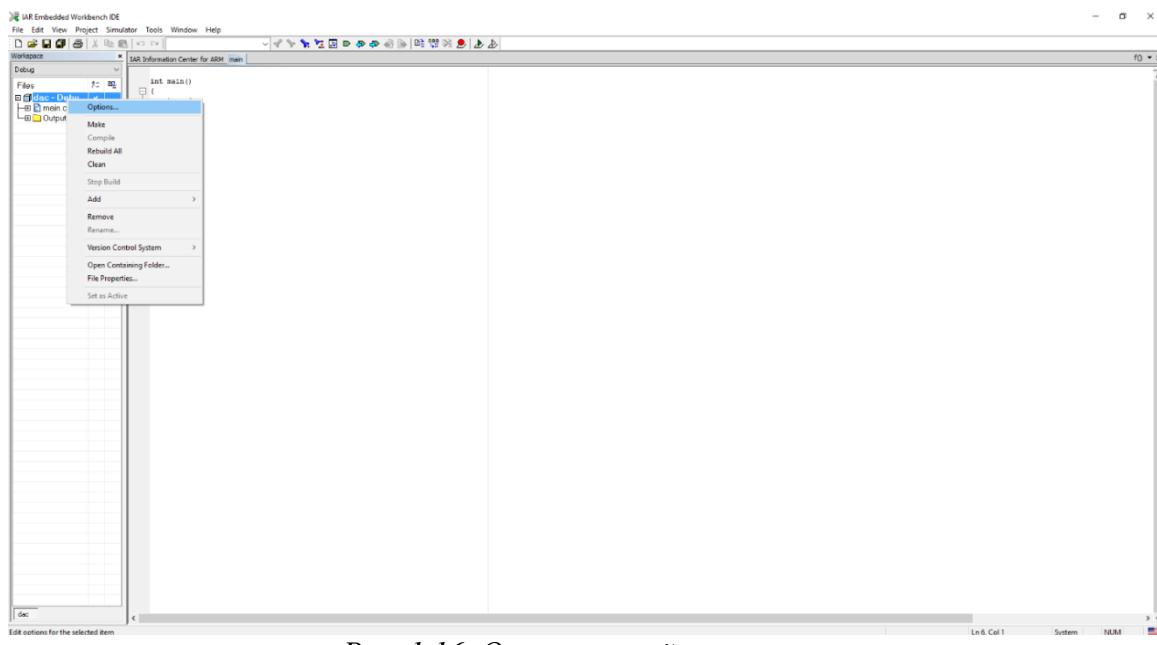

Рис. 1.16. Окно настройки проекта
5. Далее необходимо настроить проект. Для этого в окне «*Workspace*» выбирается пункт контекстного меню «*Options*» (рис. 1.16).